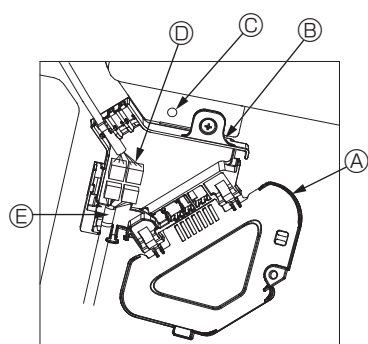

Fig. 5-9
- Dans la boîte de raccordement, repérez le fil de jonction du moteur d'ailette de la grille et le fil du moteur d'ailette, puis raccordez les fils. (Fig. 5-9)